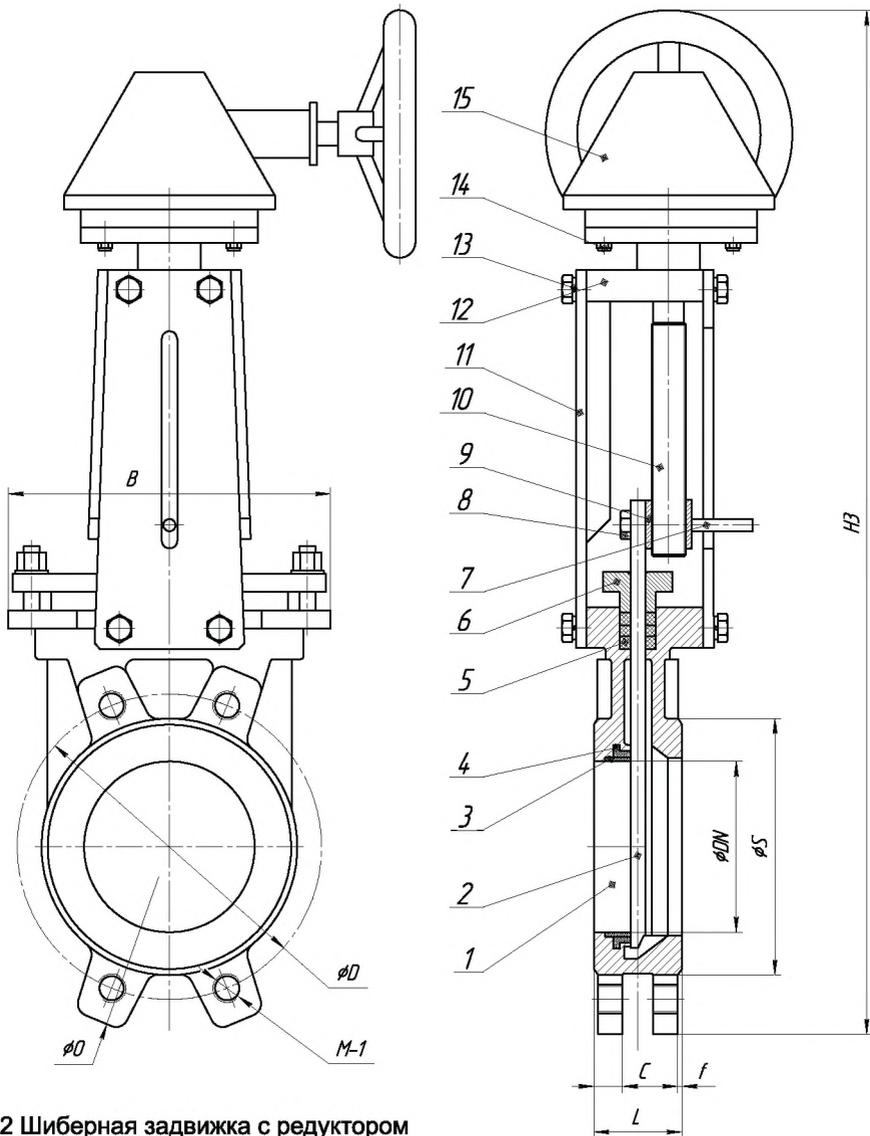

Рис.2 Шиберная задвижка с редуктором
5.2.3. Полную разборку задвижки с редуктором (рис. 2) следует производить в следующем порядке: